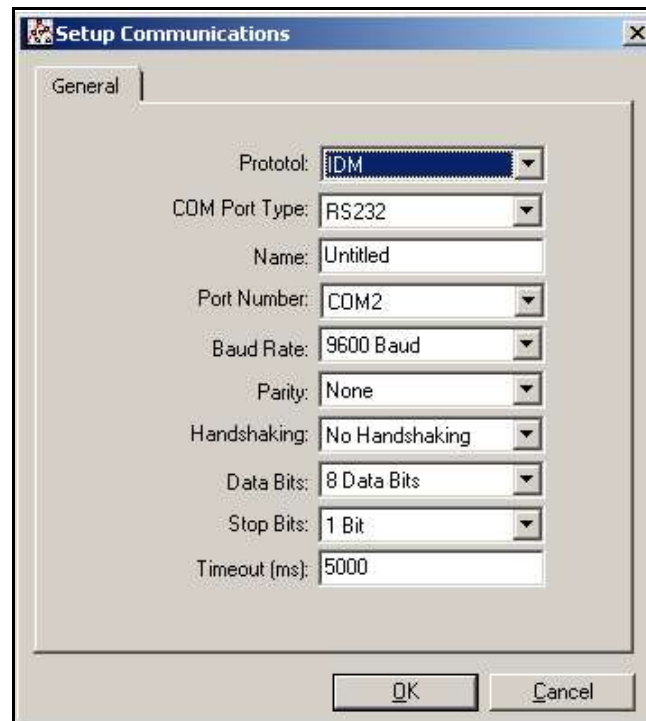

Figure 33: écran Setup Communications (Configurer les communications)
5. Cliquez sur l'option *Communications Port* (Port de communication) pour la sélectionner. L'écran *Setup Communications* (Configurer les communications), illustré *Figure 33*, apparaît.